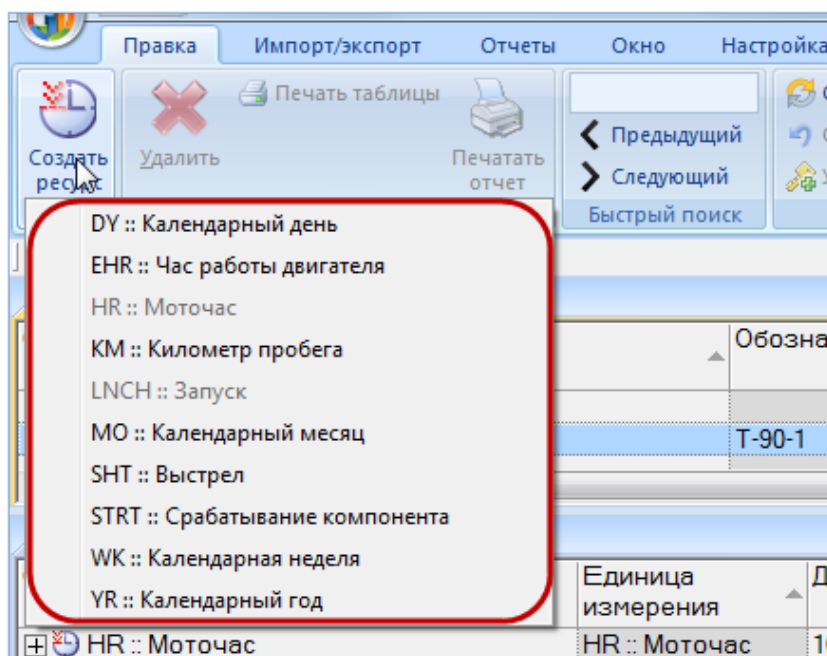

Рис. 11-2 – Выбор единицы измерения для ресурса
5) В раскрывшемся списке выбрать единицу измерения для ресурса (рис. 11-2).